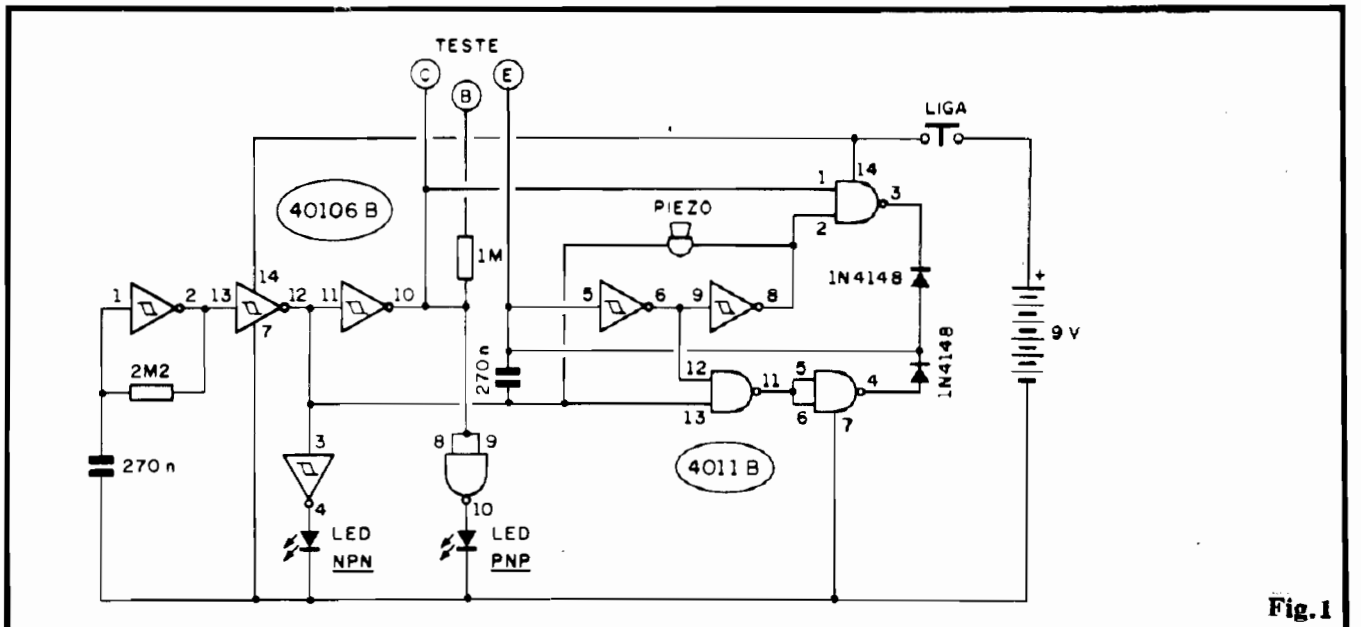
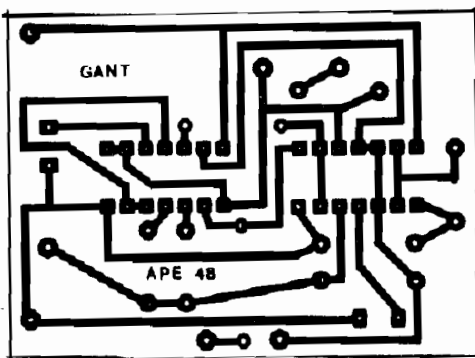

Fig. 1
Fig. 2
- **FIG. 1 - O CIRCUITO** - As diversas funções, verificações e análises efetuadas pelo GANT constituem conjunto bastante complexo de trabalhos, a nível circuital... Para sintetizar tudo, compactando o arranjo (e também seu custo...) adotamos o uso de dois Integrados da "família" digital C.MOS, super-versáteis, aproveitados ao máximo dentro das suas potencialidades e capacidades: um 40106 (sêxtuplo inversor simples **Schmitt Trigger**) e um 4011 (quádrupla porta NAND de duas entradas cada...). O **gate** do 40106 delimitado pelos pinos 5 e 6 está arranjado em oscilador, cuja Frequência (dentro da faixa de áudio) é determinada basicamente pelo capacitor de 270n e pelo próprio valor "resistivo" assumido pelo percurso **emissor/coletor** do transistor testado... Este tem seu terminal de **base** intermitentemente polarizado (em parâmetro fixo) através do resistor de 1M, o qual, por sua vez, recebe "estados" positivos e negativos na razão da oscilação efetuada por
- FIG. 2 - LAY OUT DO CIRCUITO IMPRESSO ESPECÍFICO - A presença "concentradora" dos dois Integrados (como já foi mencionado na análise técnica do
Circuito - fig. 1) "alivia" bastante a placa, em termos de tamanho e "congestionamento"... Assim o **lay out** (em tamanho natural na fig. 2) é muito simples e compacto, não devendo representar ao